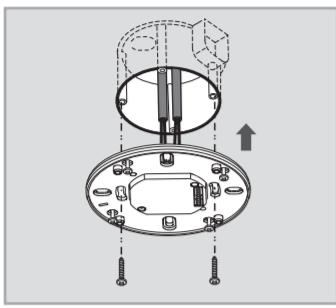
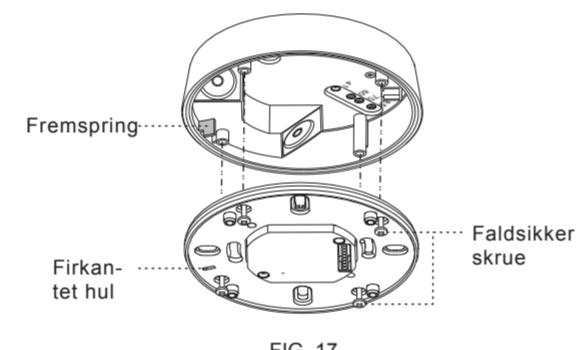

FIG. 9
FIG. 17
4.4.1.3 Monter strømboksen i tilslutningsdåsen af europæisk standard med 2 skruer (Se FIG. 9).
4.4.3.5 Se de korrekte tilslutninger af ledninger på strømskemaerne (Se FIG. 5 - FIG. 6). Der er et firkantet hul i fikséringspladen, når du lægger fikséringspladen på tilslutningsdåsen. Tilpas udsparingen til tilslutningsdåsens fremspring (Se FIG. 17). Monter derefter detektorhovedet på strømboksen ifølge FIG. 9, og saml det med de fastgjorte 4 faldsikre skruer.